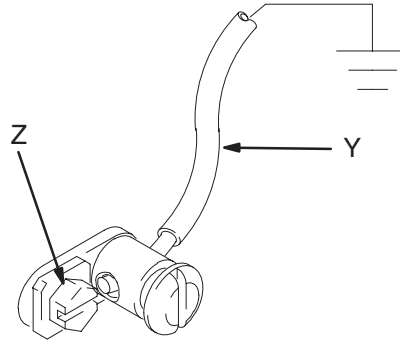

Fig. 1
- **Bomba:** utilice un cable con conexión a tierra y una abrazadera, tal como se indica en la Fig. 1.
**Para conectar a tierra la bomba,** retire el tornillo de conexión a tierra (Z) e introdúzcalo por el ojo del terminal anular situado en el extremo del cable de conexión a tierra (Y). Vuelva a sujetar el tornillo de conexión a tierra a la bomba y apriételo firmemente. Conecte el otro extremo del cable a una tierra verdadera. Vea la Fig. 1. *Para pedir un cable y una abrazadera de conexión a tierra, pida la ref. pieza 222011.*